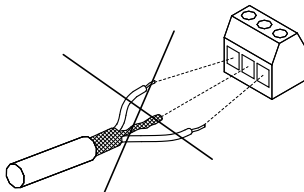

图 21 不要扭转屏蔽末端
- 不要用扭转末端的方法来终端屏蔽。见图21。应该使用电缆夹或EMC螺旋电缆引入。